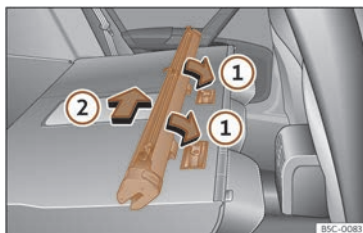

Abb. 193 Einbau des Trennnetzes an den Rücksitzlehnen.
- Setzen Sie das Gehäuse des Netzes in die Aussparungen der Halteschienen in Pfeilrichtung an >>> (Abb. 193) ①.
- Drücken Sie das Gehäuse zur linken Fahrzeugseite in Pfeilrichtung >>> (Abb. 193) ② und bis zum Anschlag.
- Ziehen Sie am Gehäuse des Netzes ca. 5 cm gegen die Pfeilrichtung >>> (Abb. 193) ②.
- Nehmen Sie das Gehäuse des Trennnetzes aus den Halteschienen, indem Sie entgegen der Pfeilrichtung ziehen >>> (Abb. 193) ①.